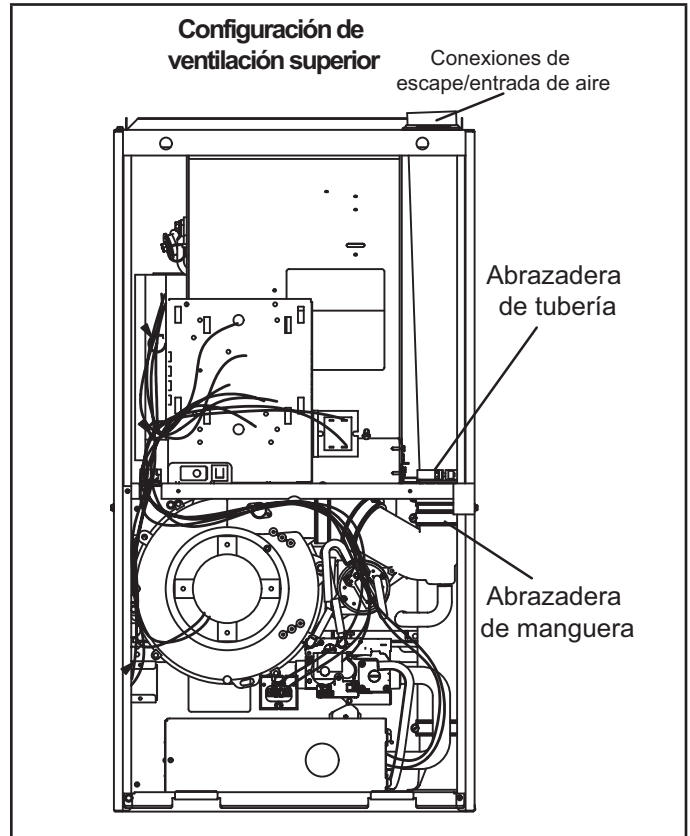
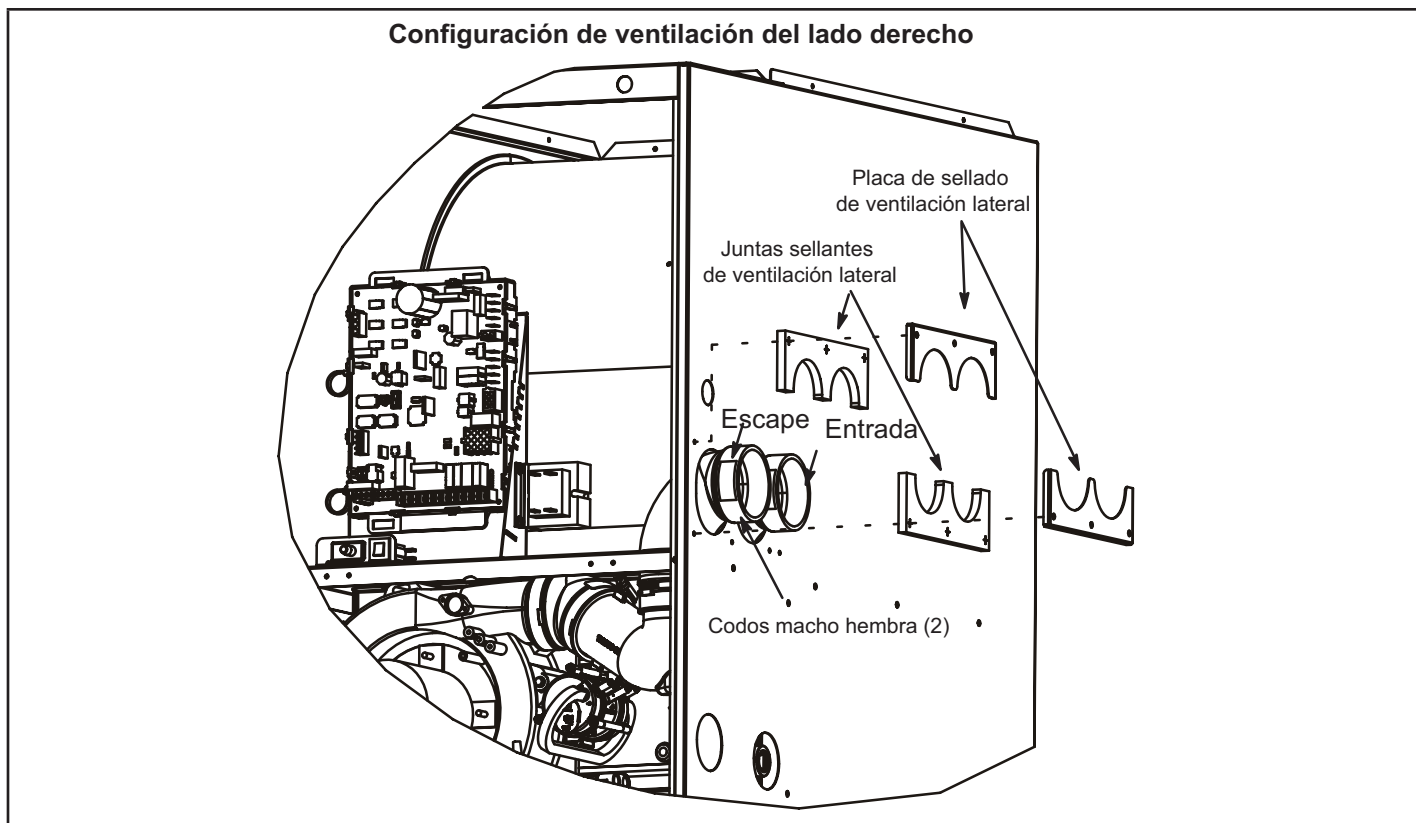

FIGURA 15
FIGURA 17
La unidad SLP99DF se envía con la conexión de escape de ventilación / toma de aire en la tapa superior. Ver la FIGURA 15. Usando las partes suministradas, el calefactor se puede modificar en el sitio para tener estas conexiones al lado derecho del gabinete del calefactor. Vea la FIGURA 17 y siga los pasos a continuación. Para la ventilación de lado izquierdo, ordenar el kit 87W73.
- 2 - Afloje las abrazaderas de manguera que sujetan los accesorios de caucho a las tuberías de PVC blanco dentro del área del vestíbulo. Ver la FIGURA 15.
- 3 - Afloje la abrazadera que sujeta las tuberías en la cubierta del soplador. Ver la FIGURA 15.
- 11 - Desprenda la cubierta protectora posterior de las juntas de sellado de la ventilación lateral (2) y aplíquelas a las placas de sellado de la ventilación lateral (2) como se muestra en la FIGURA 17.
- 12 - Instale las placas y juntas de sellado de la ventilación lateral en el exterior del gabinete como se muestra en la Figura 15. Sujételas con seis tornillos de montaje (cuatro reutilizados y dos de la bolsa). Los agujeros están pretaladrados en las partes y el gabinete, así que no hay que taladrar.